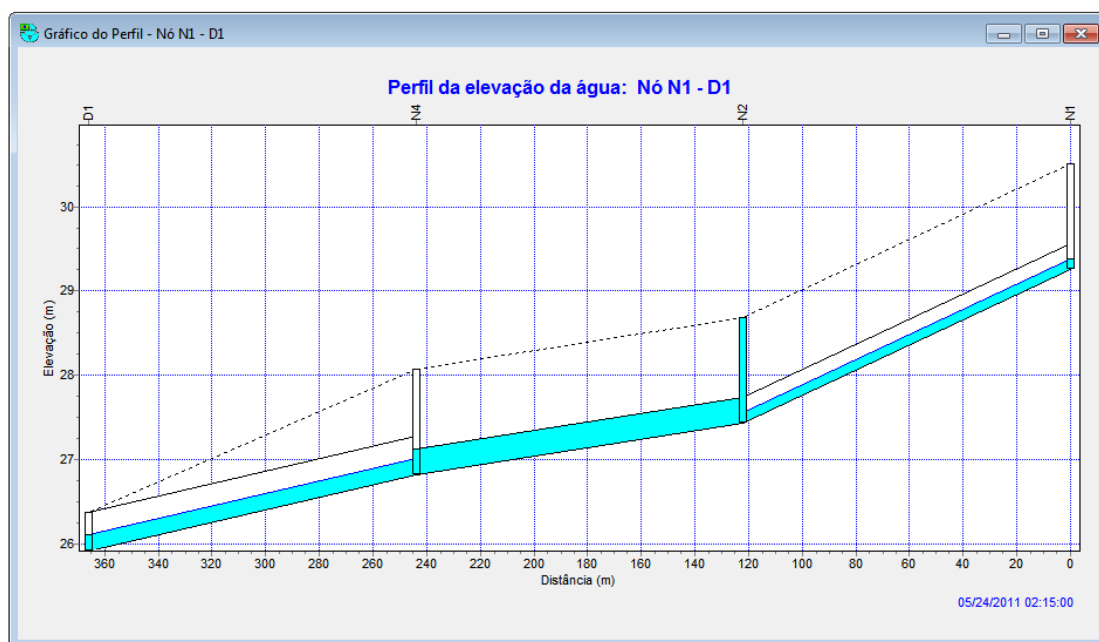

Figura 9.2 - Gráfico de perfil longitudinal
- > Perfil Longitudinal (ver Figura 9.2)